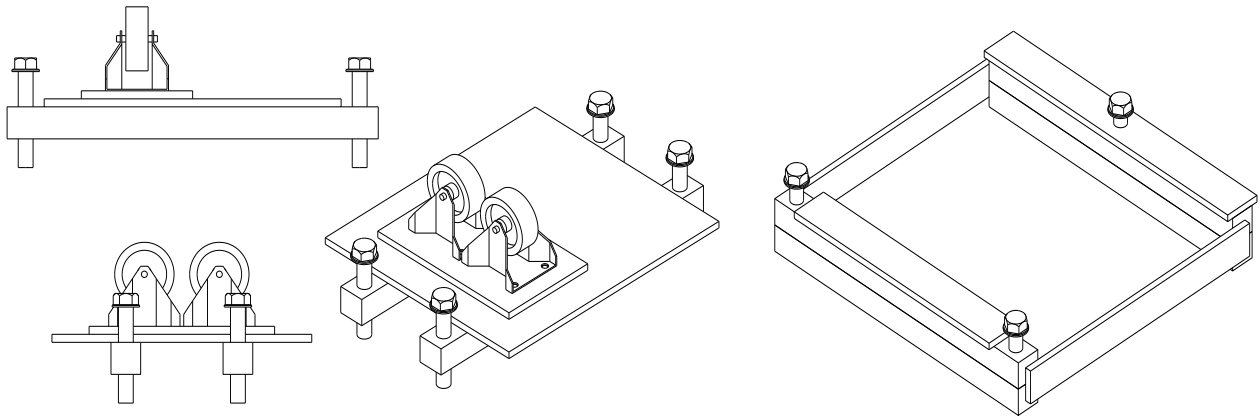

Fig.1 - Sostegni ad appoggi rotanti - telaio di appoggio
- Presentazione di n.3 sostegni ad appoggio rotanti (fig.1), scorrevoli su piano orizzontale e regolabili in quota, posti in linea per il sostegno delle barre, il loro avanzamento e la loro rotazione per consentire l'avvitamento alla forca superiore.
- Posizionamento di un telaio di appoggio orizzontale (fig.1) a tre appoggi regolabili in quota, per il sostegno della testata superiore.